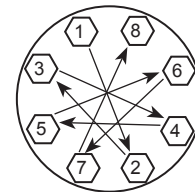

Fig 5.14
- Apriete los tornillos gradualmente en secuencia con una diagonal y con un par de apriete parejo (fig. 5.14).